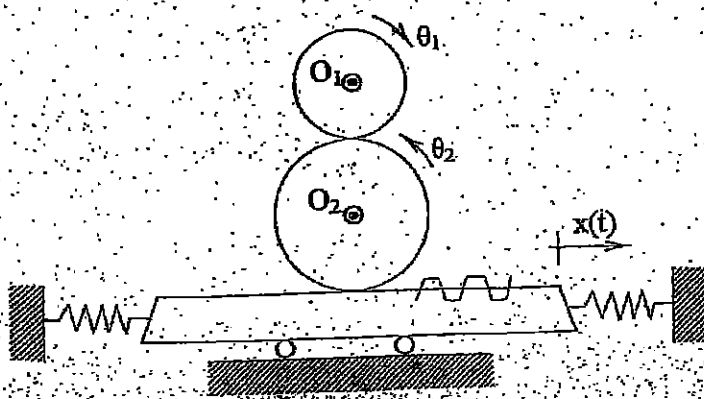

Figura 1 / 1^{er} Irudia
- Sea el tren de engranajes ordinario simple de la Figura 1, constituido por dos piñones y una cremallera, donde: